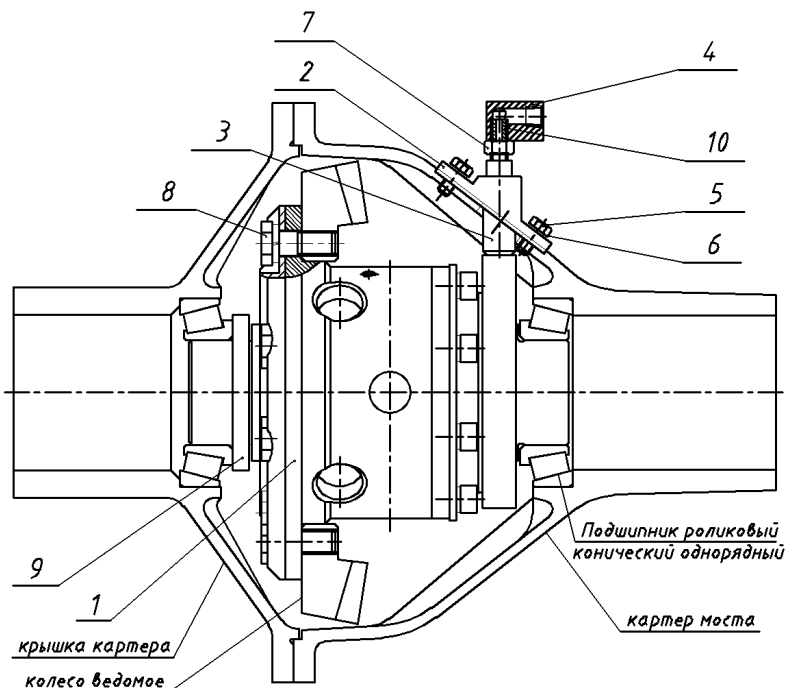

Рис.1 Схема дифференциала ДБПЗ741-2403000 с металлическим кольцом воздухоподвода
3.1.1. Частично демонтировать воздухоподводящую систему пневмоблокировки, отсоединив рилсановую трубку и сняв фитинг со штуцера наружного поз.4 (Рис.1)